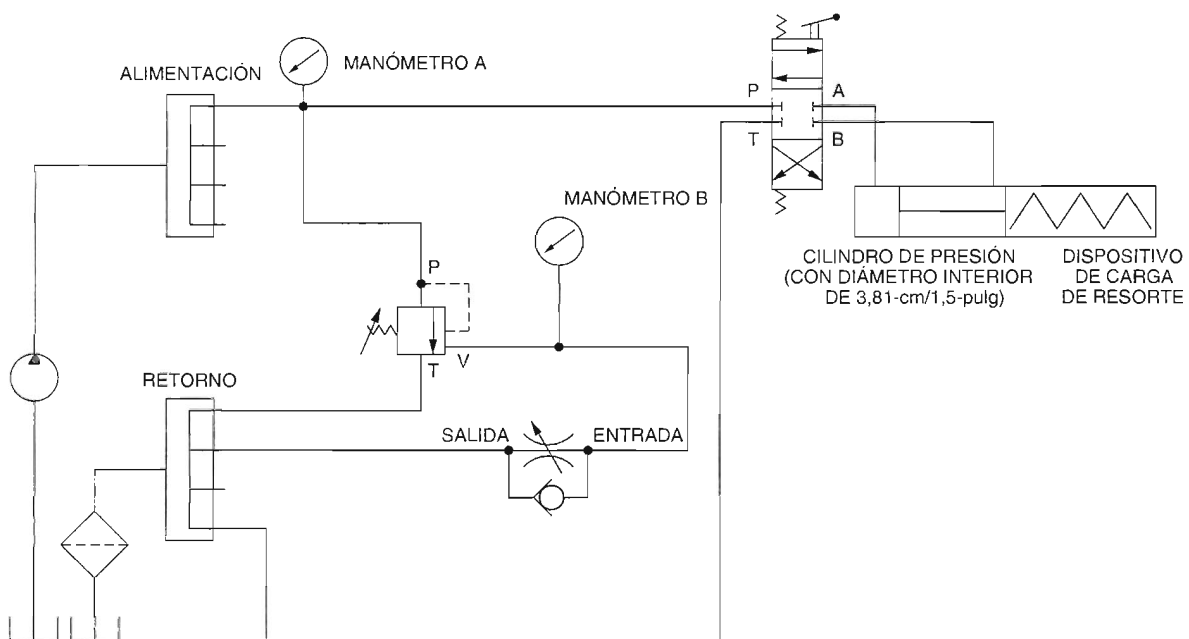

Figura 4-24. Control remoto de la fuerza máxima (tonelaje) disponible de un cilindro de presión.
- 13. Conecte el circuito mostrado en la Figura 4-24. En este circuito, el cilindro con diámetro interior de 3,81 cm (1,5 pulg) simula un cilindro bajo presión. La fuerza máxima (tonelaje) disponible del cilindro bajo presión es telecomandada a través del uso de la válvula de control de flujo no compensada conectada en la línea de ventilación de la válvula de alivio.